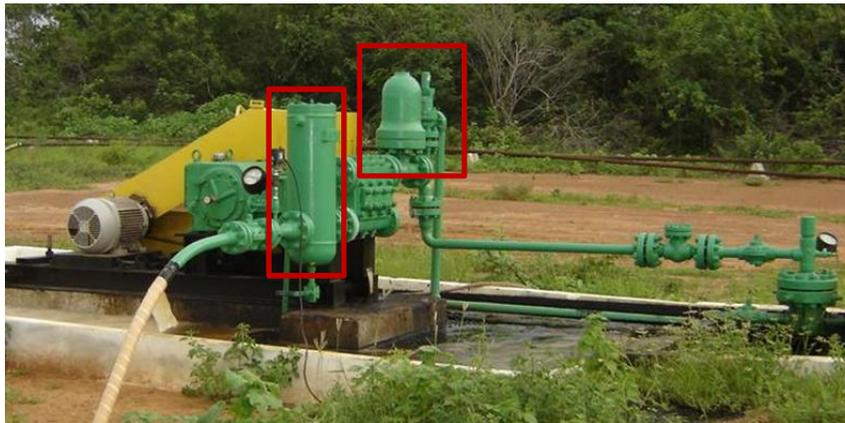

Figura 8 - Vasos amortecedores de fluido principal de bomba
- 3) vasos amortecedores do fluido principal de bombas (ver Figura 8);